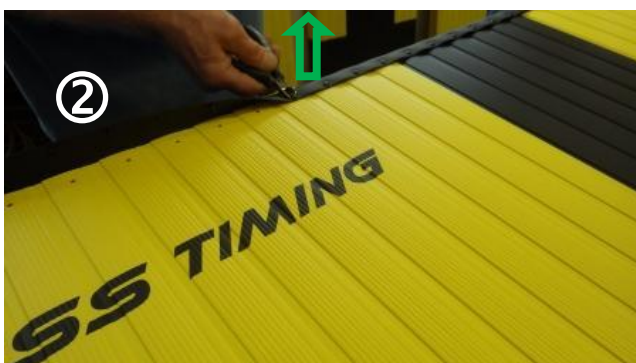

Figure 18 - Maintenance / Remplacement de la bande de contact II
- Remettre le capuchon (2).
5.2.4 Remplacement d'un profil PVC (4)
- Enlever les rivets (9), réutilisables (Figure 18 / page 13).